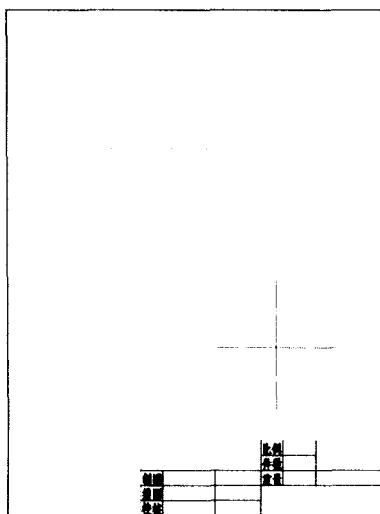

图 2-2
- Step 2** 图形布局。选择中心线图层（05层），单击 $/$ 按钮，在图框中作中心线，如图2-2所示。